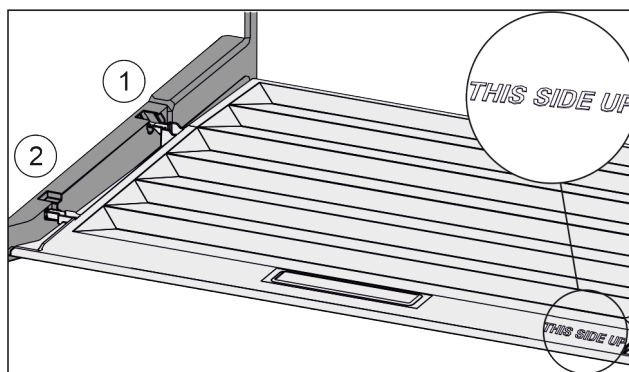

Fig. 162
- ▶ Výstupky víka zaved'te do zadních držáků Fig. 162 (1) a vpředu zaklesněte do držáku Fig. 162 (2).